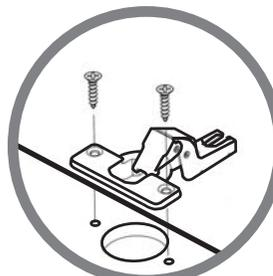

Рис. 7
- Закрепить на панель 2 петли [13] шурупами [20] рис. 7, установить демпферные элементы [17] рис. 8, закрепить ручку [15] винтами [16], навесить и отрегулировать дверное полотно рис. 7 (см. «Рекомендации по регулировке петель»).